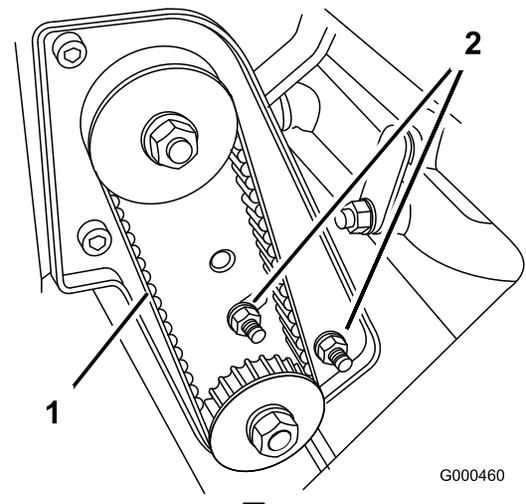

図 43
A. ベアリング・ハウジング取り付けナットをゆるめる（図 43）。
C. トルクレンチの設定が狂わないように注意しながら、ベアリング・ハウジング取り付けナットを締め付ける（図 43）。ベルトを締め付けすぎないように注意する。